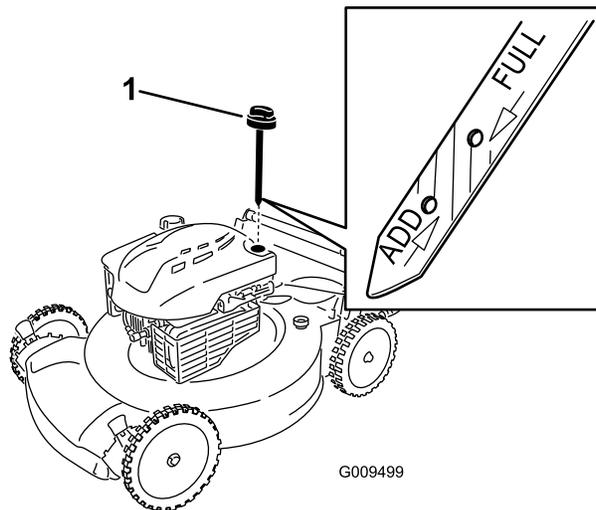

Figura 5
- Rimuovete l'asta di livello (Figura 5) e versate nel tubo di riempimento una quantità d'olio pari a circa 3/4 della capacità del carter.
- Rimuovete l'asta di livello e controllate il livello dell'olio sulla stessa; vedere Figura 5.